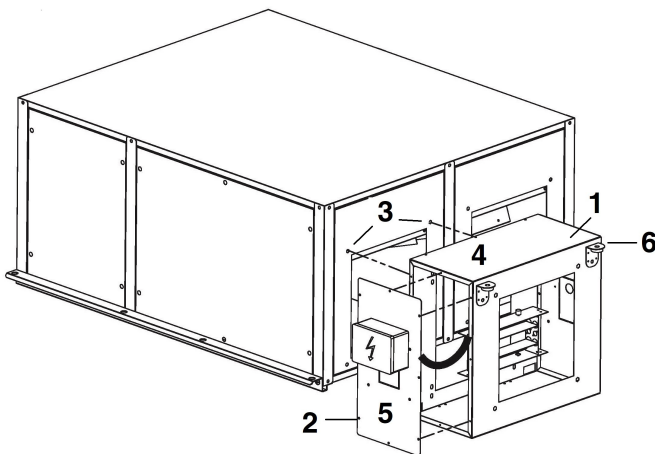

Fig.7
- La sezione con il modulo BER viene posizionata di fronte alla bocca di mandata della macchina (**1 Fig.7**).
- The section with BER module is positioned in front of the supply flow vent of the unit (**1 Fig.7**).